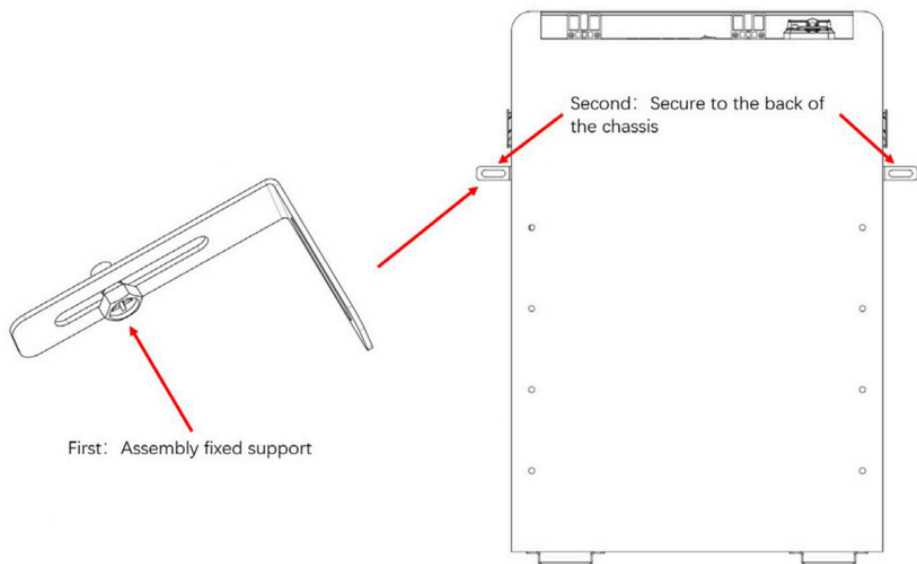

Figura 5-4
a) Folosiți cele 4 șuruburi M6*10 pentru a fixa urechile de reținere din stânga și din dreapta pe spatele bateriei, așa cum se arată în Figura 5-4.